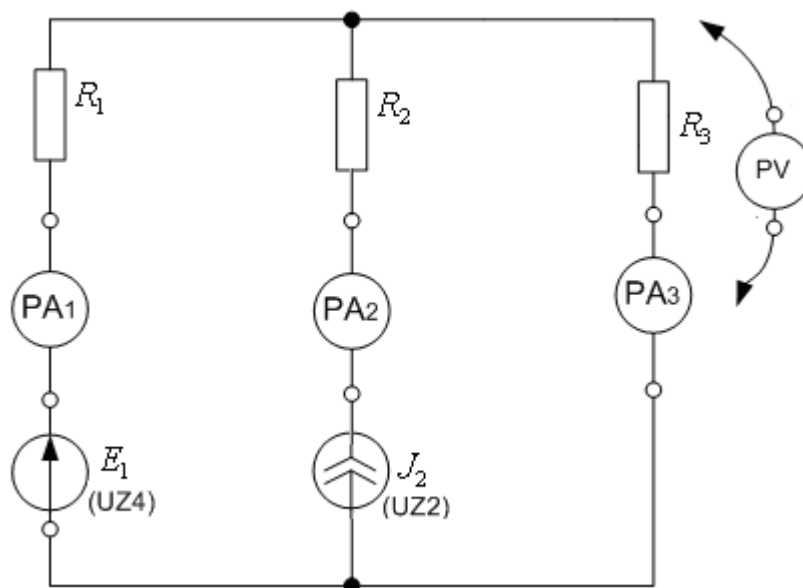

Рис. 2П
ЧАСТЬ 2 (Схема электрической цепи представлена на рис. 2П)
8. Как изменятся входные и взаимные проводимости, коэффициенты передачи по току (Рис. 2П), если: